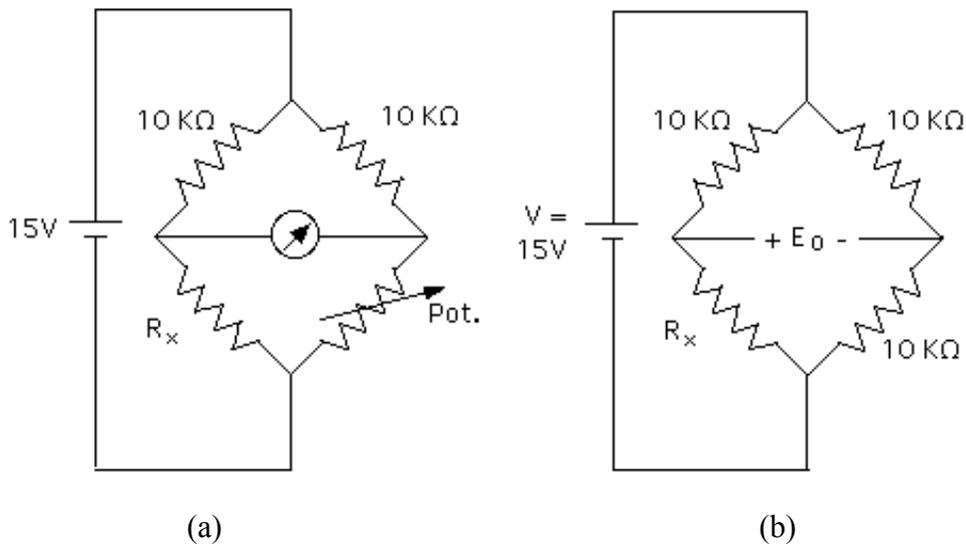

Figura 3.- Puente de Wheatstone
- 11.- Para el circuito mostrado en la Figura 3(a), el Puente de Wheatstone, explique su principio de funcionamiento, y deduzca la relación entre R_x y las otras resistencias del circuito cuando el puente está balanceado.
12.- Para el circuito mostrado en la Figura 3(b), considerando que $R_x = 10 \text{ k}\Omega + \Delta R$, deduzca la relación de ΔR en función de E_0/V . Simplifique la expresión tomando en cuenta que $\Delta R \ll 10 \text{ k}\Omega$.
13.- Indique cómo se conecta el amplificador de instrumentación del punto anterior a la salida del circuito de la Figura 3(b) para obtener un medidor diferencial y diga cuál es la utilidad de esta conexión.
- 14.- Monte el Puente de Wheatstone de la Figura 3(a) utilizando tres resistencias de 10 k Ω , medidas previamente con el multímetro digital. Coloque una década de resistencias como resistencia variable de ajuste y el voltímetro del multímetro digital como detector de cero, ubicándolo en la escala de mayor sensibilidad. Equilibre el Puente y registre el valor indicado por la década, R_d .
16.-Para el circuito de la Figura 3(b), considere ahora que la década es la resistencia R_x , cuyo valor va a sufrir variaciones ($R_x + \Delta R$). Inicialmente el Puente está en equilibrio. Realice dos mediciones aumentando la resistencia de la década en cantidades significativamente menores que $10\text{ k}\Omega$ ($0,4\text{ k}\Omega$ y $0,8\text{ k}\Omega$ por ejemplo) y otras dos mediciones disminuyendo la resistencia de la década en un rango similar. Mida cuidadosamente el voltaje E_0 y el voltaje de la fuente V , registre los valores en la siguiente tabla para cada una de las mediciones, determine el valor de ΔR utilizando la expresión que relaciona ΔR con el voltaje de salida del medidor de instrumentación V_o , esto es $\Delta R = K V_o$, donde $K = (A_d E_0 / V)$. Calcule el error porcentual entre este resultado experimental y el valor teórico de la variación de resistencia que se aplicó a la década para cada uno de los casos. Recuerde que el terminal positivo de E_0 está en la rama donde se encuentra conectada la década de resistencias.